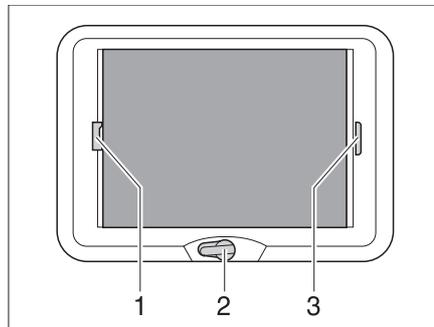

Bild 88 Kurbelhub-Dachhaube
- Die Handkurbel (Bild 88,2) drehen, bis Widerstand spürbar ist (max. Öffnungswinkel 70°).
- Die Faltverdunklung am Griff (Bild 88,3) ziehen und an der gewünschten Position loslassen. Die Faltverdunklung bleibt in dieser Position stehen.
- Den Insektenschutz am Griff (Bild 88,1) zum gegenüberliegenden Griff der faltverdarkung (Bild 88,3) ziehen und einrasten lassen.
- Den Griff des Insektenschutzes (Bild 88,1) hinten nach oben drücken und den Insektenschutz an der faltverdarkung (Bild 88,3) aushängen.